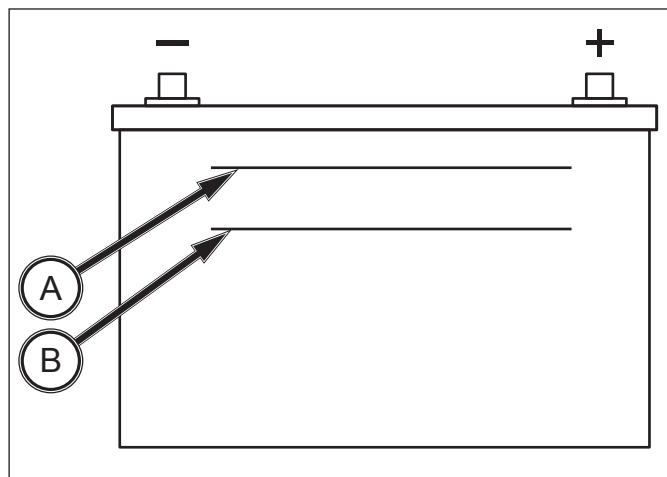

ABB. 145
ABB. 145: Die Batterie benötigt die Elektrolytkontrolle. Stellen Sie sicher, dass der Elektrolytstand zwischen der oberen Grenze (A) und der unteren Grenze (B) liegt. Wenn der Füllstand unter dem unteren Grenzwert liegt, erhöhen Sie den Füllstand mit destilliertem Wasser.